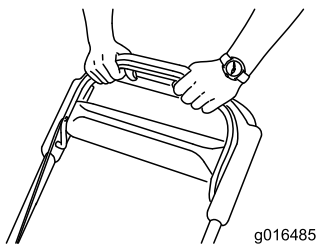

Figure 22
3. Maintenez la barre de commande des lames contre le guidon (Figure 22).